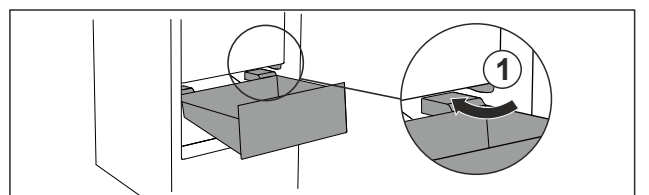

Fig. 31
- ▶ Introducir el cajón inclinado rodeando los topes Fig. 31 (1).